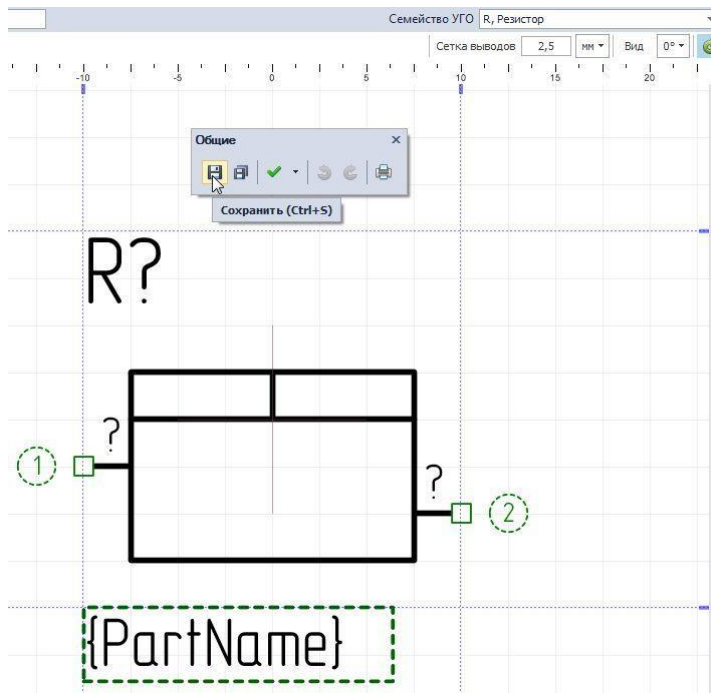

Рис. 9 Создание и сохранение УГО для базового типа представления
2. Отмечаются флажком те атрибуты, которые должны быть отображены. Создайте графику УГО, разместите выводы, заполните всю необходимую информацию по атрибутам и стилю их отображения и нажмите «Сохранить» на панели инструментов «Общие», Рис. 9